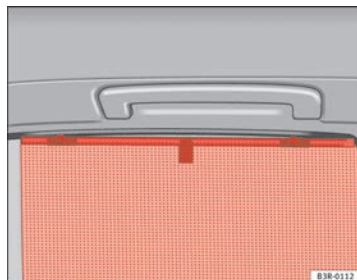

Fig. 100 Persianilla enrollada en una de las puertas traseras
- Desenrolle la persianilla y engánchela en los ganchos que van en el marco superior de la puerta ⇒ fig. 100. ■